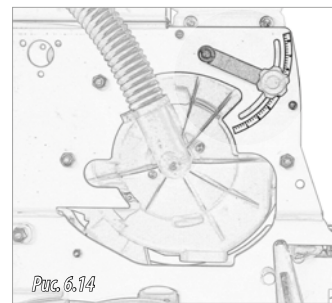

Рис. 6.14
4. После проверки при необходимости еще раз отрегулировать указатель сбрасывателя (рис. 6.14). Указания по регулировке даны на рисунке 6.15.